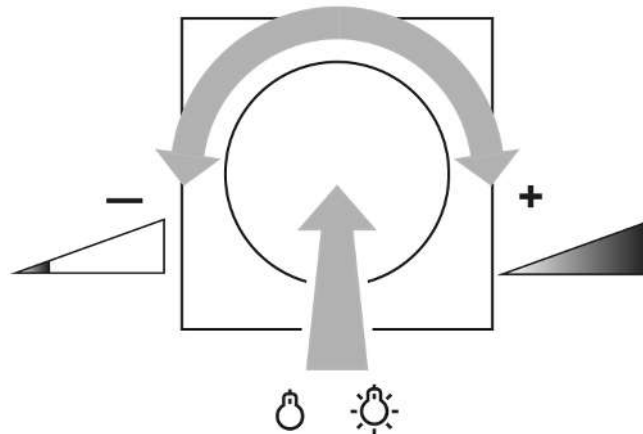

Figura 1: Accensione della luce o impostazione della luminosità
- Premere brevemente la manopola: la luce si accende o si spegne (Vedi figura 1).
- Ruotare velocemente la manopola: la luminosità varia rapidamente (Vedi figura 1).
- Ruotare lentamente la manopola: la luminosità varia gradualmente (Vedi figura 1).